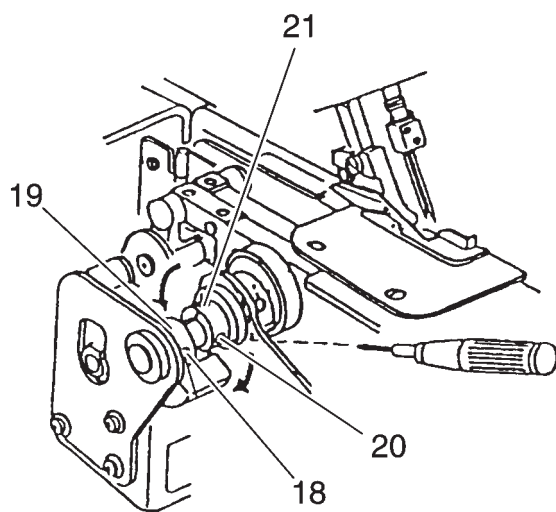

Рис. 11
- Ослабьте крепежный винт 18 (рис. 11).